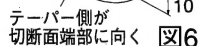

図6
- 4) パッキンは、挿入向きに注意し、切断面端部より、10 [mm] 程度押込んでください。（図6）